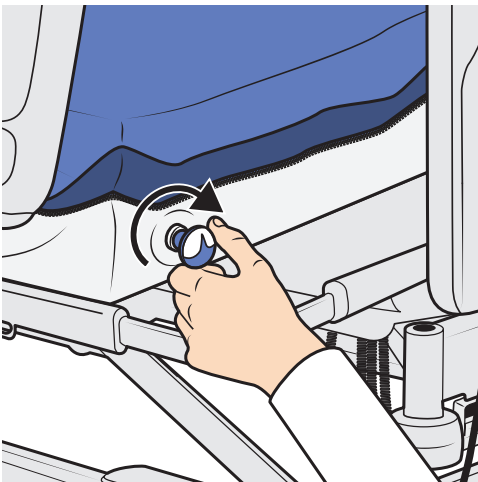

図 56
2. ボルスターのバルブ (バルブ記号の下) を時計回りに最後まで回します。図 56 を参照してください。